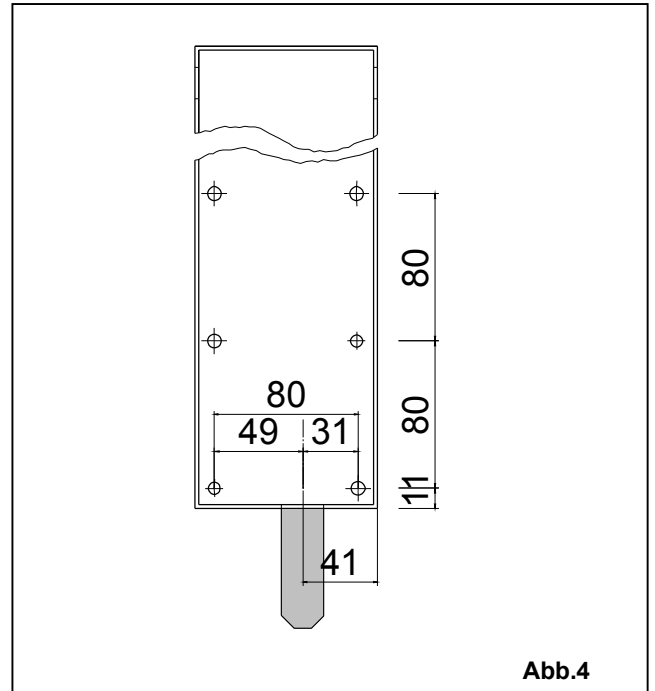

Abb.4
- 2) Bei Befestigungsvariante 1 müssen die Befestigungsbohrungen nach den Bohrmassen der Abb. 4 in den Flügel eingebracht werden.